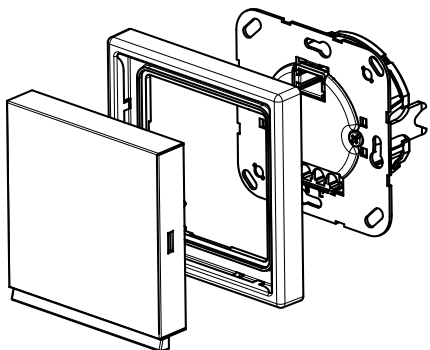

Abb. 1
- Abb. 1: Montage LED-Orientierungslicht